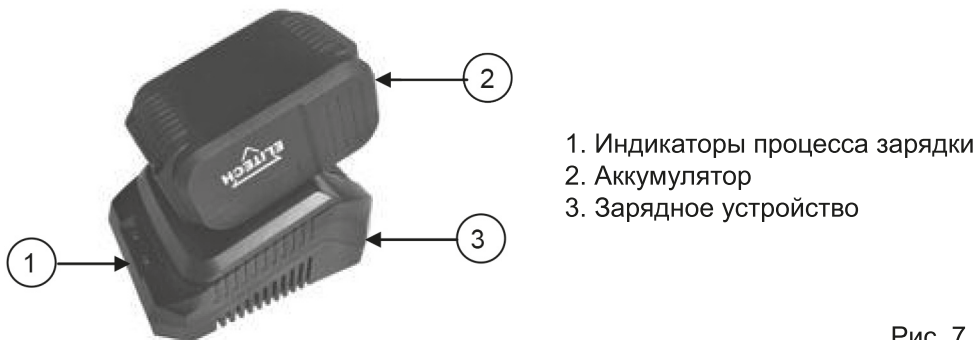

Рис. 7
- Подключите зарядное устройство Elitech 1820.098200 (Рис. 7) к электросети. Зеленый световой индикатор начнет мигать.
- Вставьте аккумулятор в зарядное устройство 3 (Рис. 7)
- Извлеките аккумулятор 2 (Рис. 7) из устройства, нажав на кнопку разблокировки аккумулятора и потянув аккумулятор из устройства.